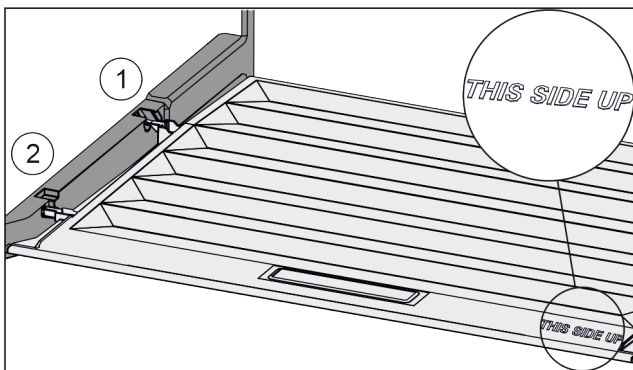

Fig. 74
- ▶ Вставить поперечные ребра крышки через отверстие заднего держателя Fig. 74 (1) и защелкнуть спереди в держателе Fig. 74 (2).